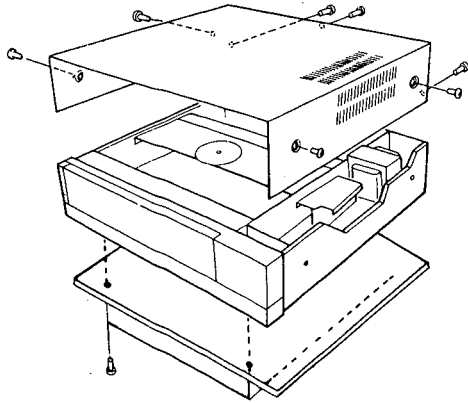

Fig. 1
1. Déposer le coffret et la plaque de fond. (Fig. 1)
1. Déposer le coffret. (Fig. 1)